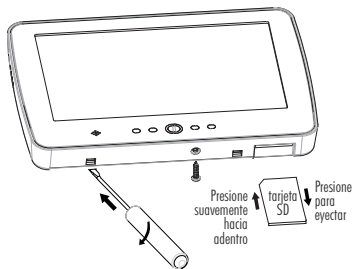

Figura 1 - Remoción de la placa trasera.
1. Remueva la tarjeta SD antes de abrir la pantalla de toque (refiérase a la Figura 1).